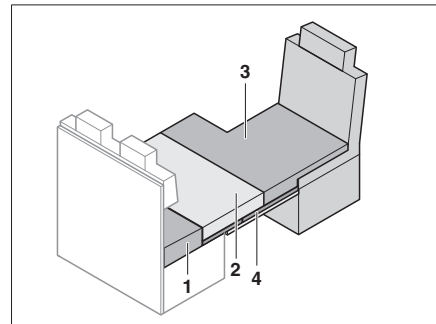

Fig. 171 Après la transformation
- Placer le coussin supplémentaire (Fig. 171,3) sur le siège conducteur.
- Placer le coussin d'assise (Fig. 171,2) sur le support pour lit de secours.